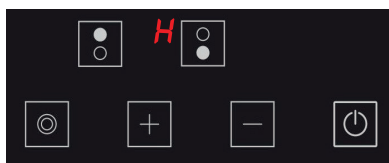

Abbildung 23
4. Das Gerät schaltet nach diesen Vorgängen in den Stand-by-Modus. Allerdings wird das **H** Symbol bei einer heißen Kochstelle angezeigt, selbst wenn das Gerät in den Stand-by-Modus schaltet. (Siehe Abb. 23)